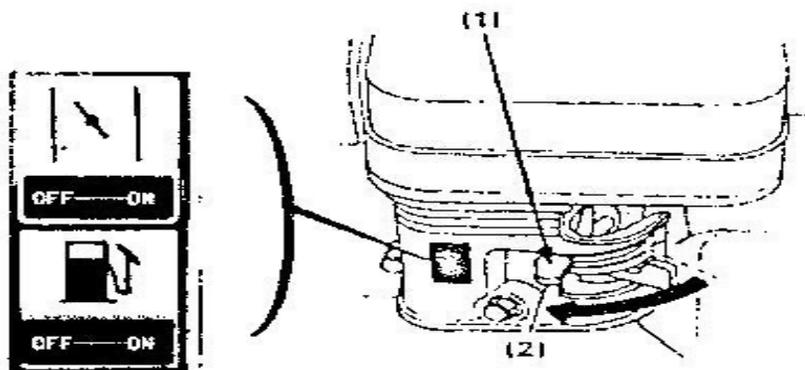

Рис. 7
- Закройте воздушную заслонку (установите рычаг в положение «CLOSE») (см. рис.7).